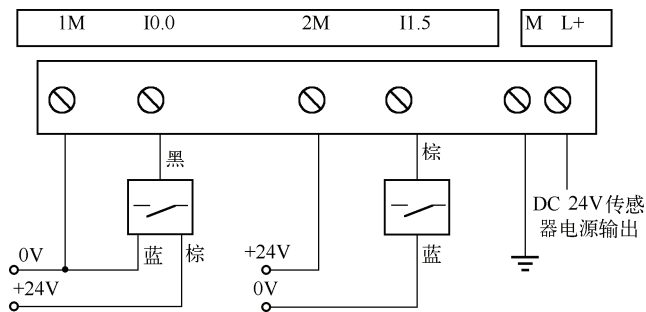

图 1-23 原理图
**【解】** 一般而言，同一台 PLC 上，最好使用 PNP 或者 NPN 型接近开关中的一种。如果有两种，则必须将 PNP 和 NPN 型接近开关分别设计在不同的输入组中，如图 1-23 所示，三线式 PNP 型接近开关是 PNP 型输入，两线式 NPN 型接近开关是 NPN 型输入。